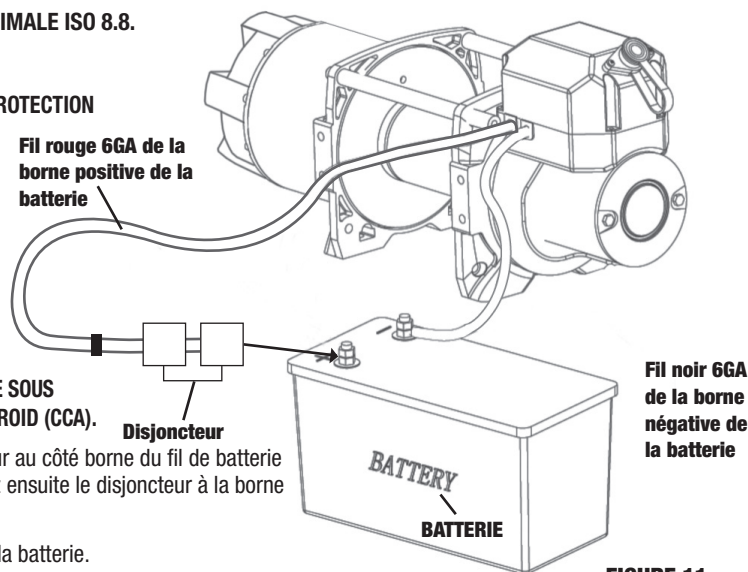

FIGURE 11
Étape 2 Suivez le schéma des circuits électriques (FIGURE 11). Boulonnez le disjoncteur au côté borne du fil de batterie rouge 6 GA qui est raccordé en usine au solénoïde en boîtier scellé. Raccordez ensuite le disjoncteur à la borne positive de la batterie.